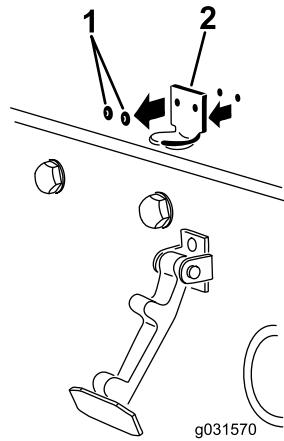

Figura 6
4. Retire los 2 remaches que sujetan el cerradero del capó al capó (Figura 6).
2. Retire los 2 remaches que sujetan el cerradero del capó al capó (Figura 6).